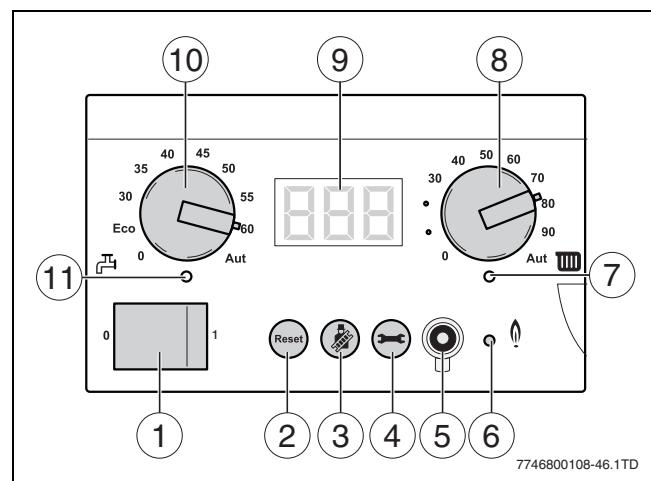

Bild 5 Bedienelemente
- Am Drehgeber für Warmwasser-Solltemperatur [10] (→ Bild 5, [10]) die gewünschte Warmwassertemperatur entsprechend Tab. 4 einstellen.
- Am Drehgeber für maximale Kesseltemperatur [10] (→ Bild 5, [8]) die gewünschte Kesseltemperatur entsprechend Tab. 5 einstellen.